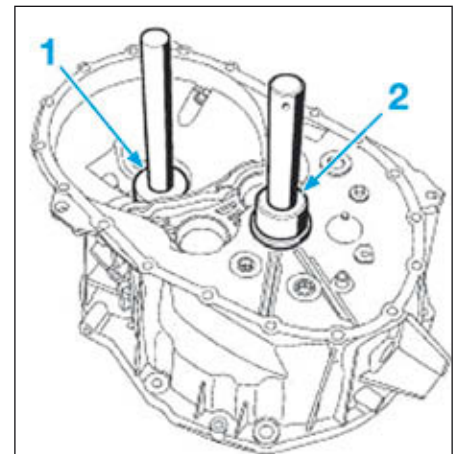

FIG.46
- Reposer (Fig.46) :
- la cuvette de roulement de différentiel à l'aide d'un mandrin de diamètre approprié indice "B" (1).
- la cuvette de roulement d'arbre primaire à l'aide d'un mandrin de diamètre approprié indice "S" (2).